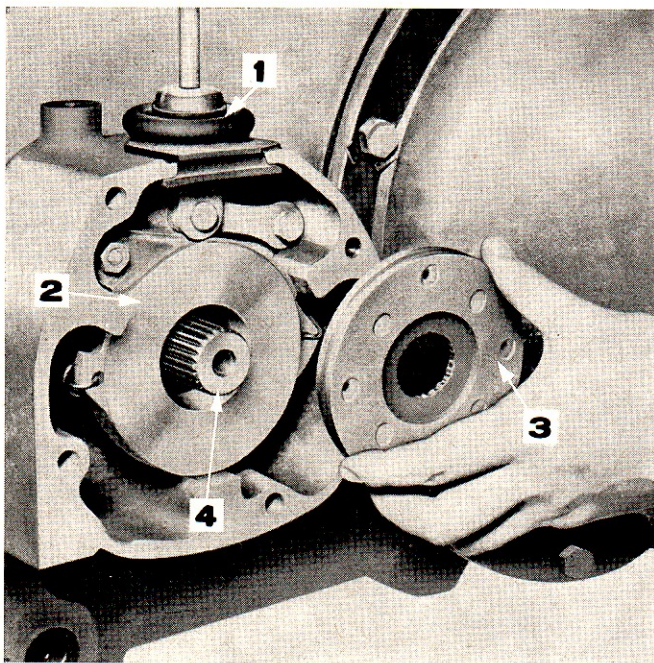

Figure 72: Dépose des disques de frein
4. Extraire le disque de friction extérieur, le moyeu de commande (avec son soufflet de caoutchouc) et le disque de friction intérieur (Figure 72).